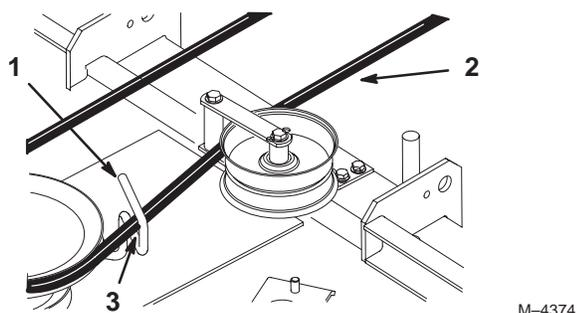

Figure 67
11. Pivotez le guide-courroie à l'arrière de la tondeuse pour l'éloigner de 3 à 7 mm du côté vertical de la courroie de PdF (Fig. 67).